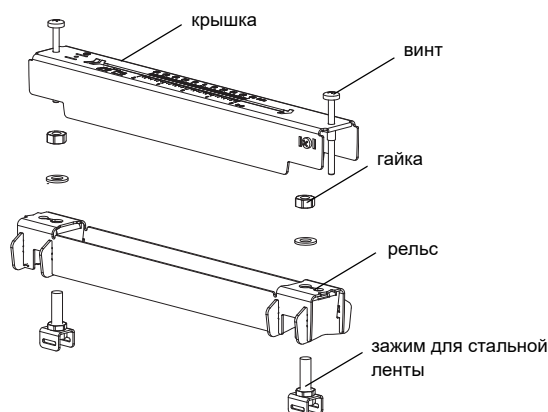

Рис. 8.5: Разборка монтажного крепления датчиков СКО
- Разберите крепление датчиков СКО (смотри Рис. 8.5).